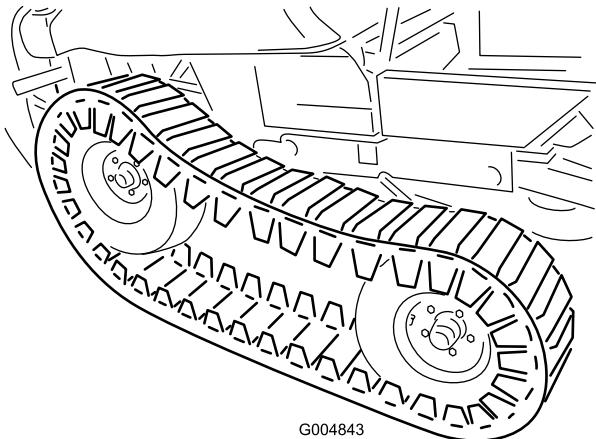

Figure 31
24. Ajustez le cric à une hauteur permettant de monter le pneu avant. Avec l'aide d'une autre personne, soulevez l'avant de la chenille afin de pouvoir monter les pneus avant (Figure 31).